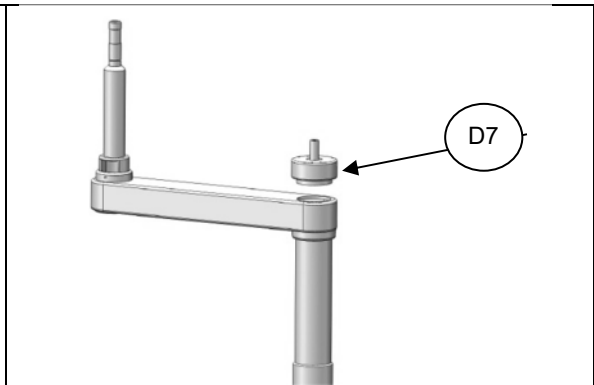

Fig. 2
2. En su lugar roscaremos la pieza Buje inferior roscado bloqueable D7 y una vez ajustada, fijaremos con sus tres tornillos D8 (prisioneros M3) con la llave Allen 1,5mm K 8(Fig.2 y 3)